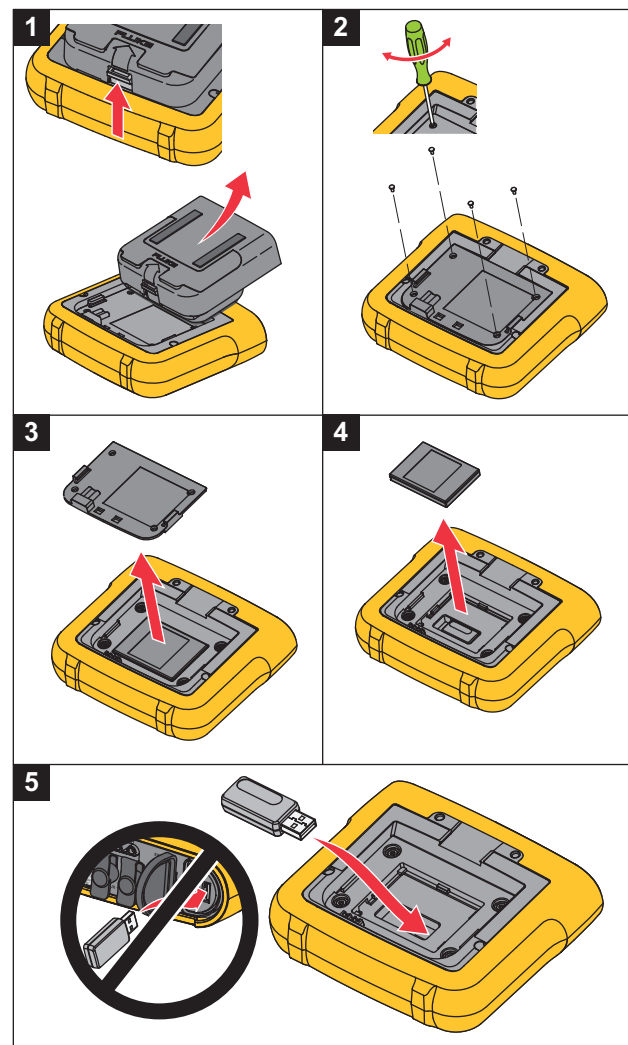

Figura 1. Instalação do adaptador
1. Remova a fonte de alimentação. Veja a Figura 1.